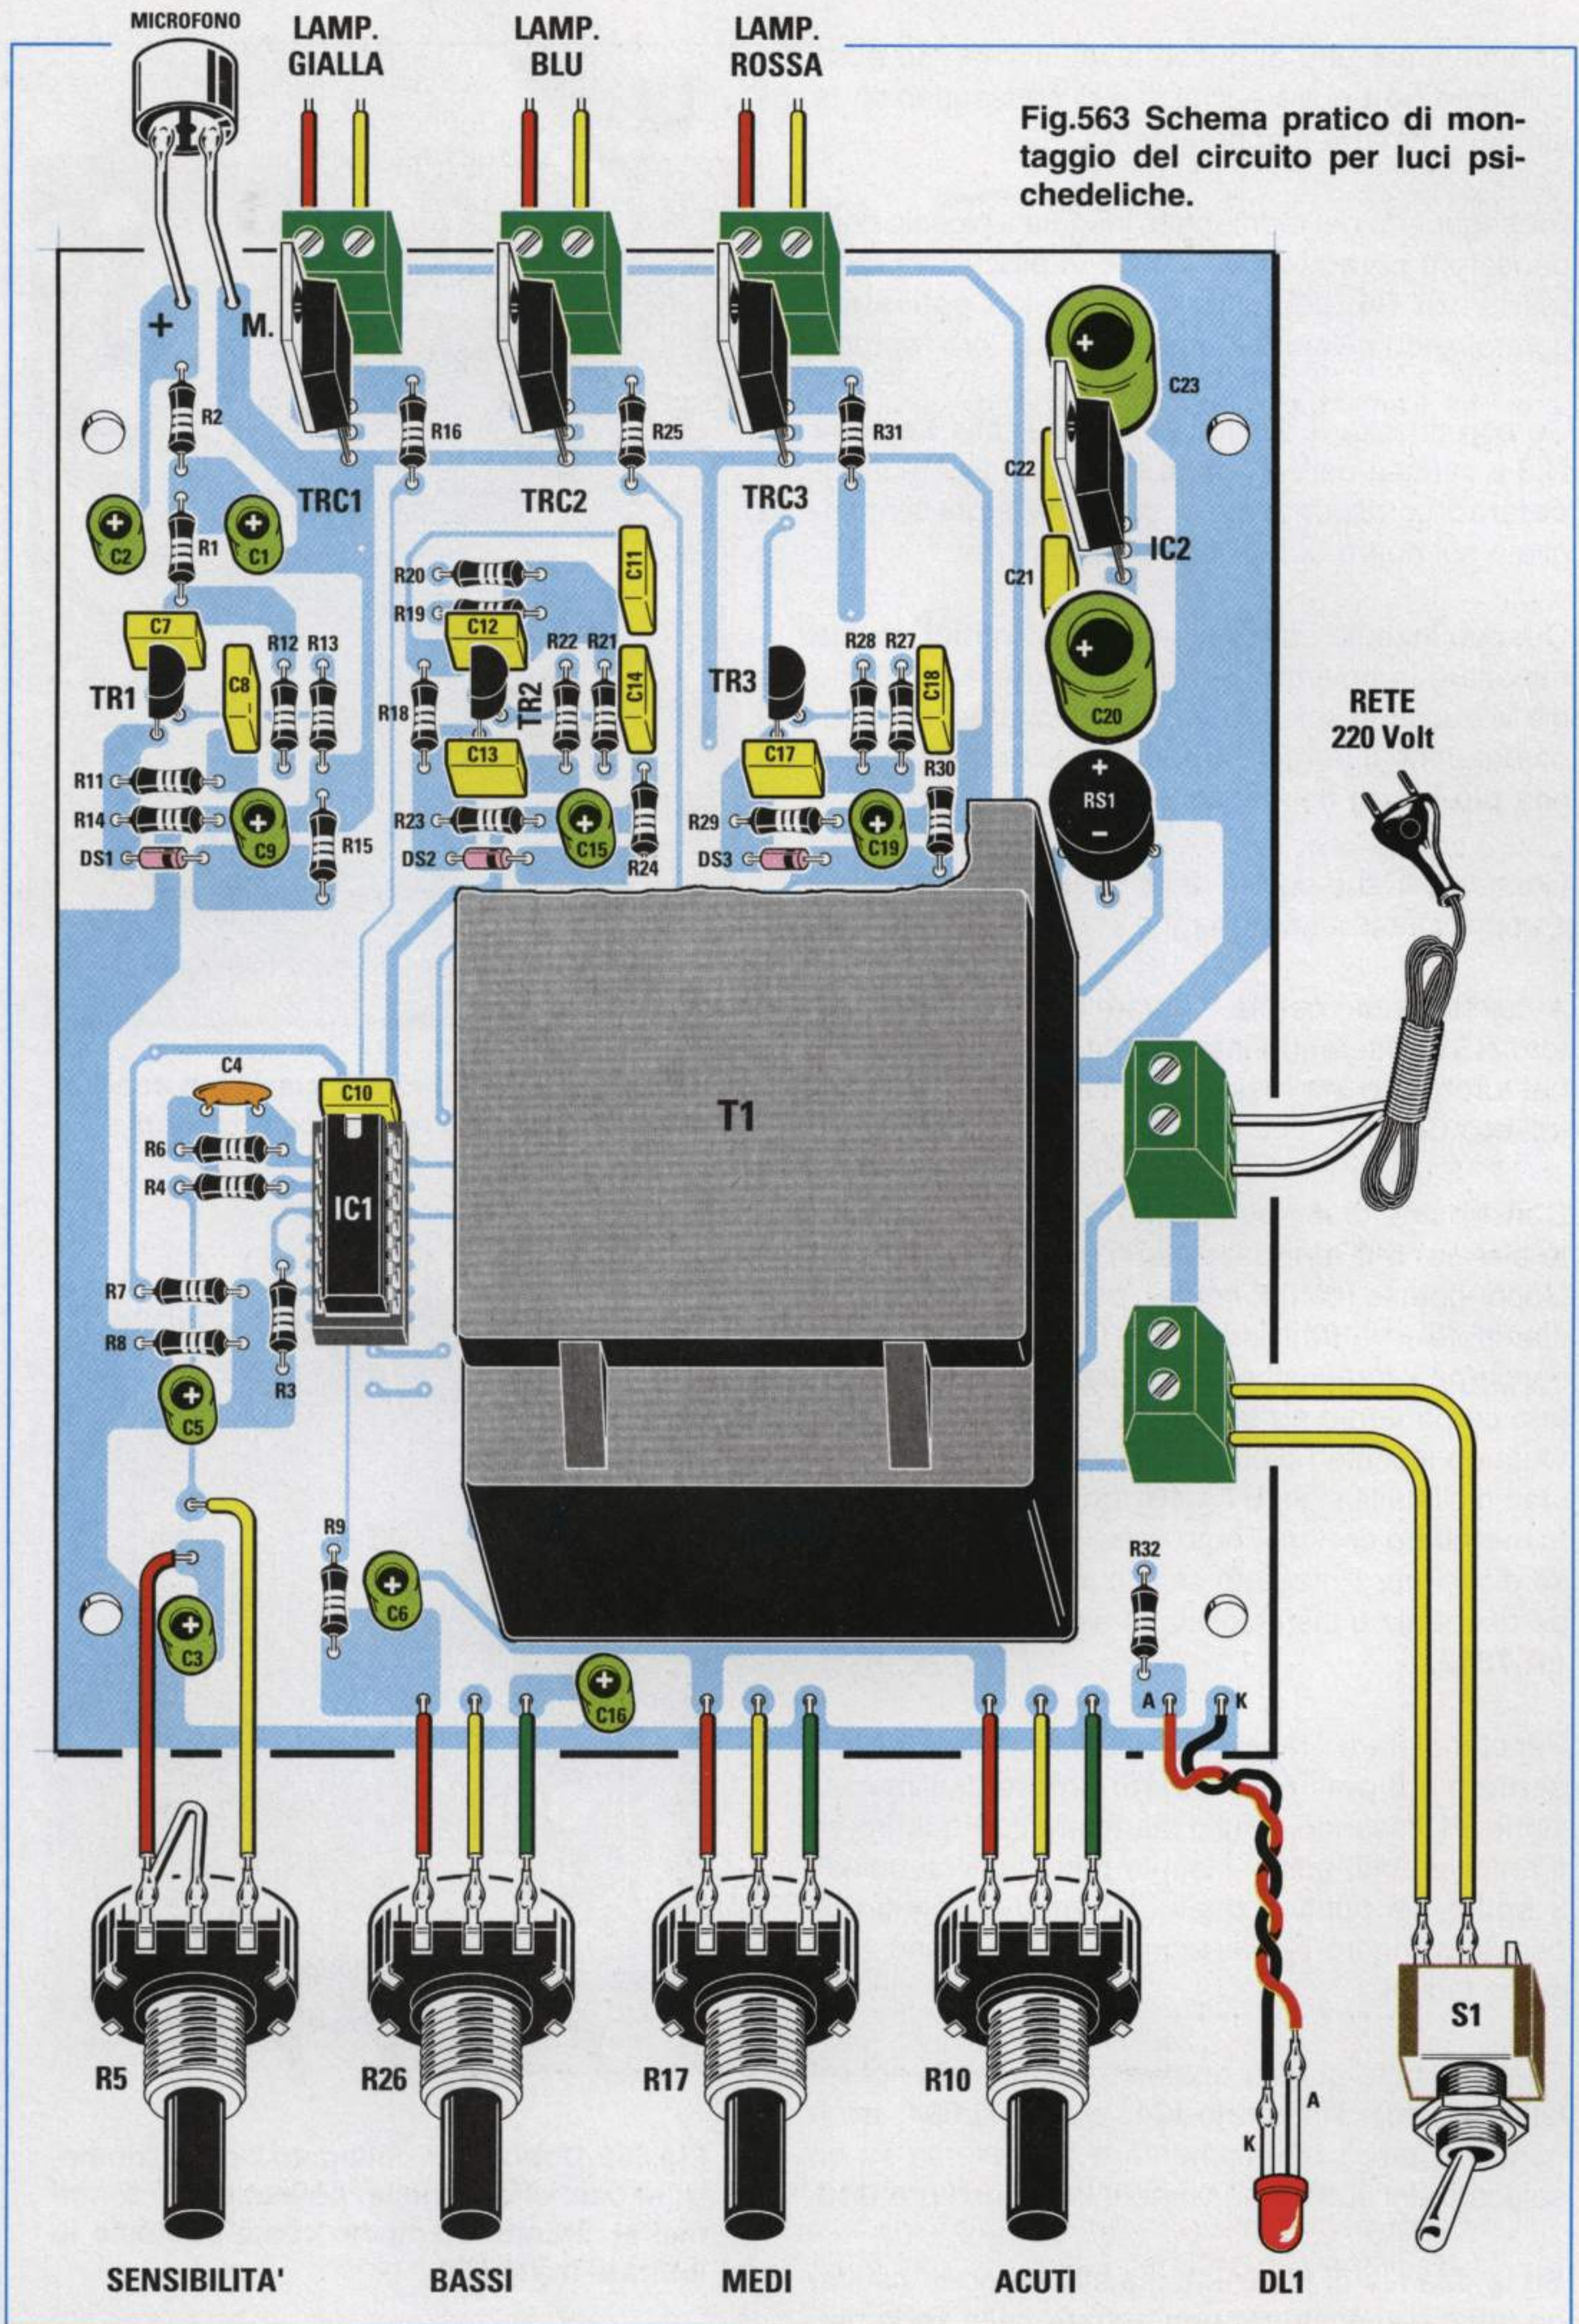

Fig.563 Schema pratico di montaggio del circuito per luci psichedeliche.
Poichè difficilmente troverete in un negozio di elettronica tutti i componenti necessari per realizzare questo progetto, abbiamo confezionato un **kit** siglato **LX.5021** completo di circuito stampato, trasformatore di alimentazione, microfono, Triac e di tutti gli altri componenti visibili in fig.563.
Dopo le resistenze potete montare i diodi al silicio siglati **DS1-DS2-DS3**, inserendo il lato del loro corpo contrassegnato da una **fascia nera** verso **destra** come visibile in vedi fig.563.
**Fig.562** Schema elettrico dello stadio di alimentazione. L'elenco componenti è riportato nella pagina precedente. Come potete vedere in fig.563, tutti i componenti di questo stadio vanno inseriti nello stesso circuito stampato delle luci psichedeliche.
Sui terminali a spillo presenti sul circuito stampato dovete saldare dei corti spezzoni di filo, saldandone le opposte estremità sui terminali dei quattro potenziometri come visibile in fig.563.
A questo punto prendete il piccolo **microfono** e saldate sulle due piste presenti sul suo lato posteriore (vedi fig.563) due corti spezzoni di filo rigidi da **1 mm**, ripiegandoli ad **L** per poterli saldare sui due terminali posti in alto sulla sinistra dello stampato.
Tutti i componenti per la realizzazione di questo kit siglato **LX.5021** (vedi fig.563), compresi il **mobile** plastico, il circuito stampato, le quattro manopole per i potenziometri, il microfono più un cordone di rete completo di spina maschio .....L.105.000